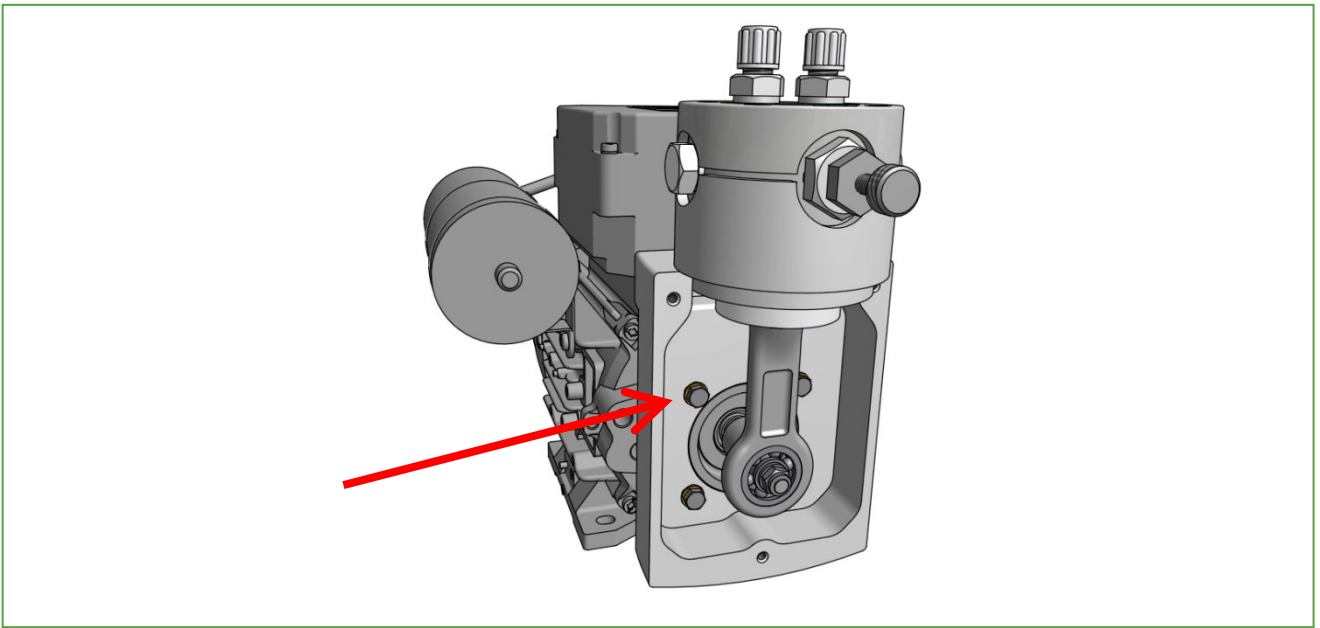

Abbildung 7 Pumpenkopf drehen
- Nun können die vier Flanschschrauben gelöst werden (siehe Abbildung 7)